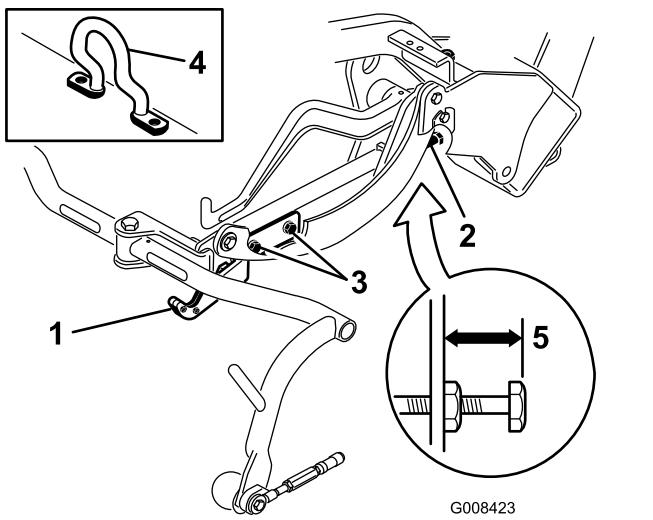
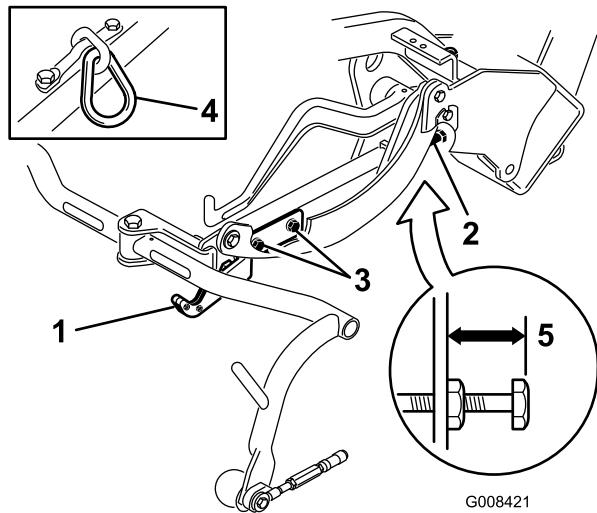
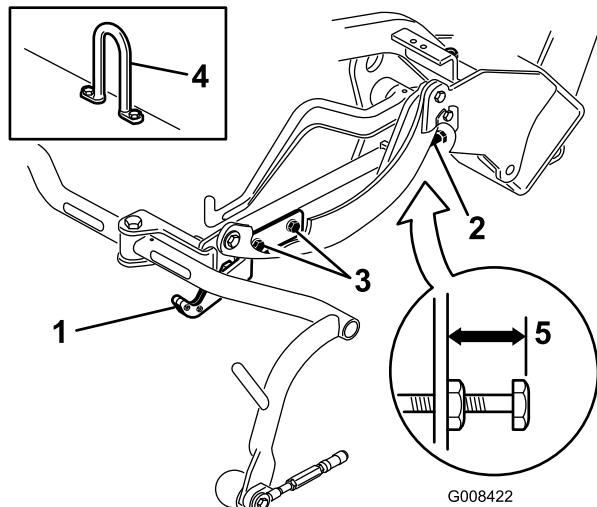

図 12
図 13
図 14
移動走行時の高さを調べ図 13と図 14、必要に応じて調整する。
- オフセット吊り下げフック図 12、挿入図のついているカッティングユニットでは、キャリアフレーム調整ねじの上端からキャリアフレームの背面までの距離が 25mm になっていることを確認する。距離が 25mm でない場合には手順 4 へ進む。
3. チェーンリンクまたはストレートリフトフック図 13と図 14、挿入図のついているカッティングユニットでは、キャリアフレーム調整ねじの上端からキャリアフレームの背面までの距離が 22mm になっていることを確認する。距離が 22mm でない場合には手順 4 へ進む。オフセットリフトリンク図 12のついているカッティングユニットの場合は、次のステップに進む。
4. 移動走行プレート取り付けねじをゆるめる図 13と図 14と図 12。
- キャリアフレームの高さが同じでない場合には、キャリアフレーム調整ねじについているジャムナットをゆるめる図 12 と図 13 と図 14。高くするにはねじを外方向にまわし、低くするには内方向にまわす。調整ができたらジャムナットを締めて調整を固定する。